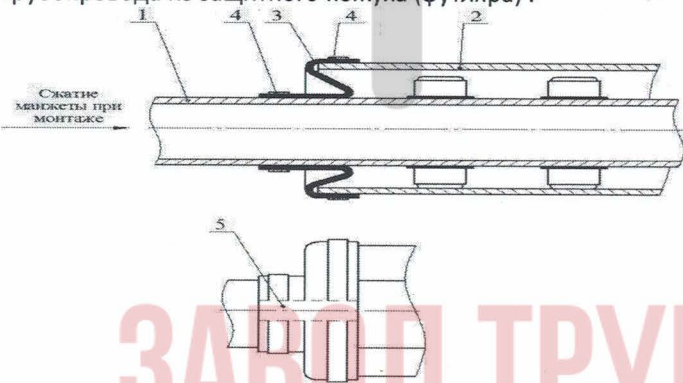

Рис. 2
8. Смонтировать манжету на трубопровод и защитный кожух (футляр) в следующей последовательности (рис. 2):